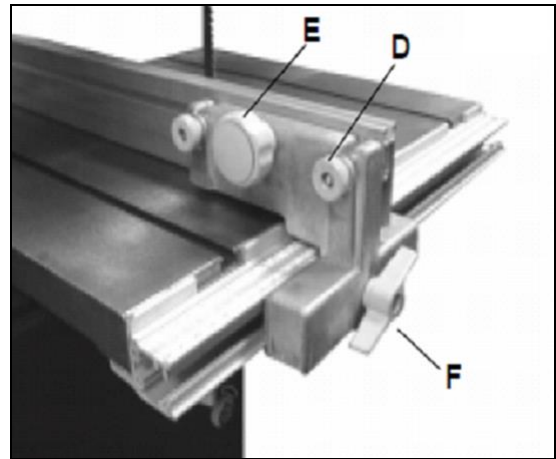

Fig 19
Sur la scie à ruban, il est possible de positionner la butée à onglet en biais avec les vis (D et E, Fig 19).
3. Retirer le guide de la butée longitudinale (B) en desserrant les 4 vis papillon (C).
4. Relâcher la tension du ruban en tournant la poignée (D).
5. Retirer le ruban de scie (E) en le faisant passer dans le corps de la machine par la fente de la table, le guide supérieur du ruban et le guide ainsi que la fente. Veiller à ne pas se blesser, au besoin porter des gants de protection.
7. Tendre le nouveau ruban et en vérifier son bon déroulement en tournant l'enrouleur supérieur à la main. Le ruban doit se trouver au centre de l'enrouleur (voir Fig. 19).